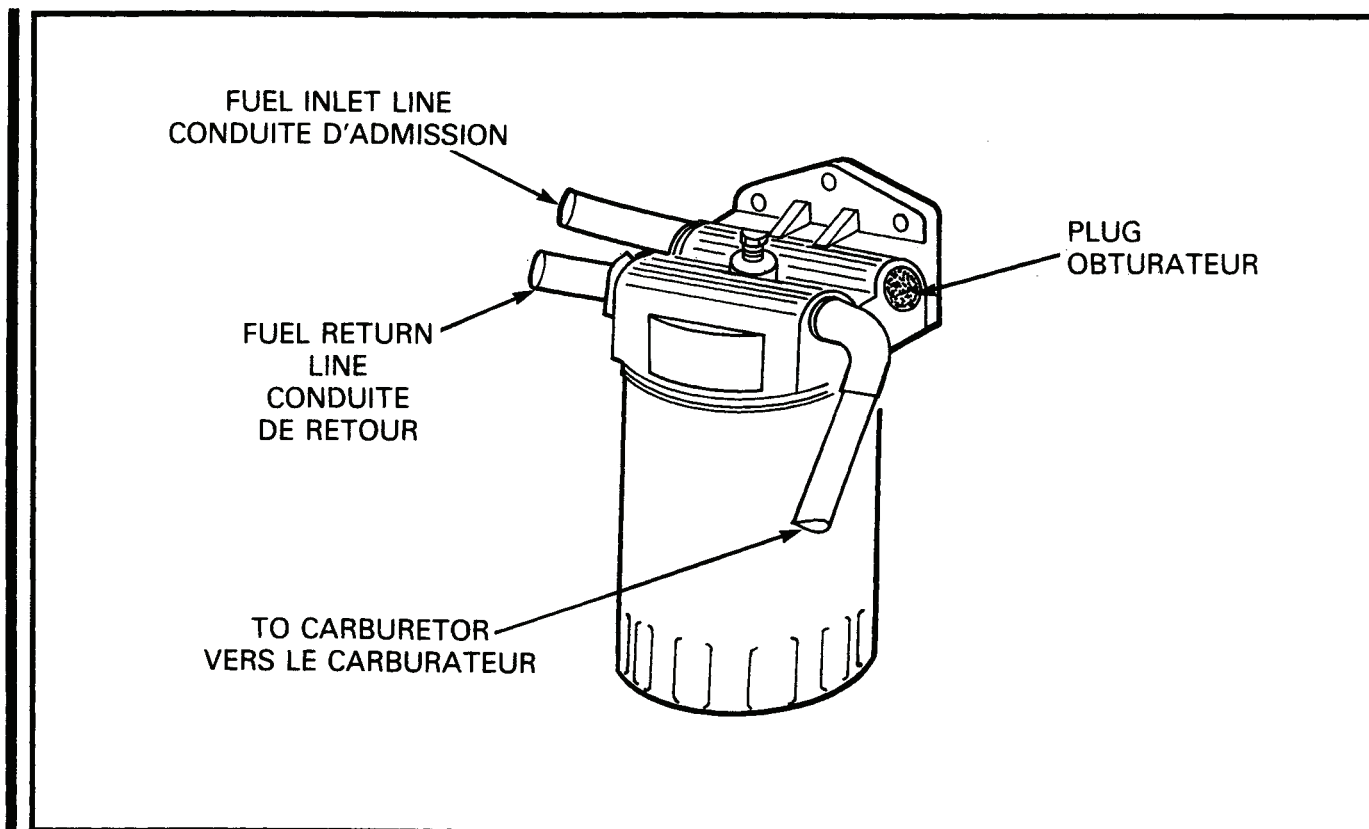

Figure 2-1-11 Fuel Filter Installation
14. **Removal** — To remove, see Figure 2-1-11 and proceed as follows:
15. **Installation** — To install, see Figure 2-1-11 and proceed as follows:
14. **Dépose** — Pour enlever le filtre à carburant, voir figure 2-1-11 et procéder comme suit:
15. **Installation** — Pour installer le filtre à carburant, voir figure 2-1-11 et procéder comme suit: